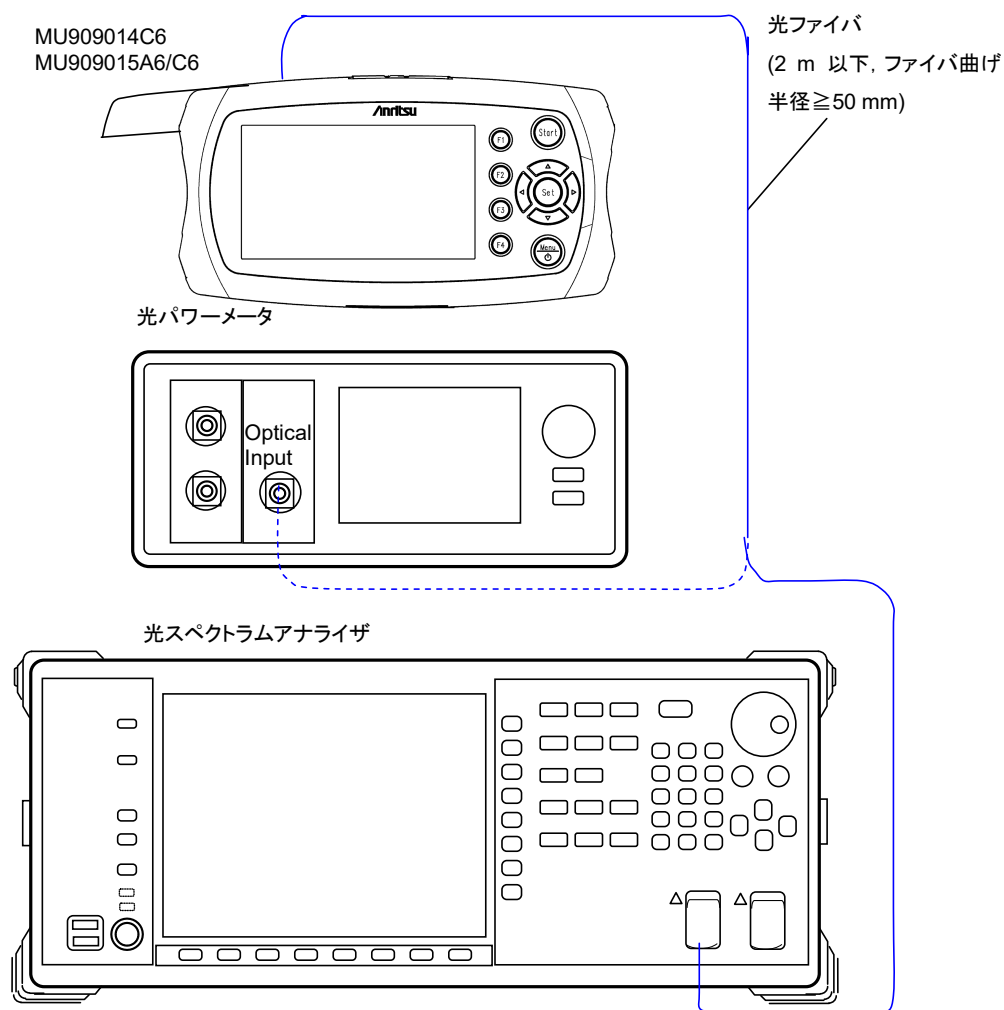

図11.1.9-1 光源の試験接続図
1. 本器の光源出力と光スペクトラムアナライザを、図11.1.9-1のとおりに接続します。
10. 本器の光源出力と光パワーメータを, 図11.1.9-1のとおりに接続します。